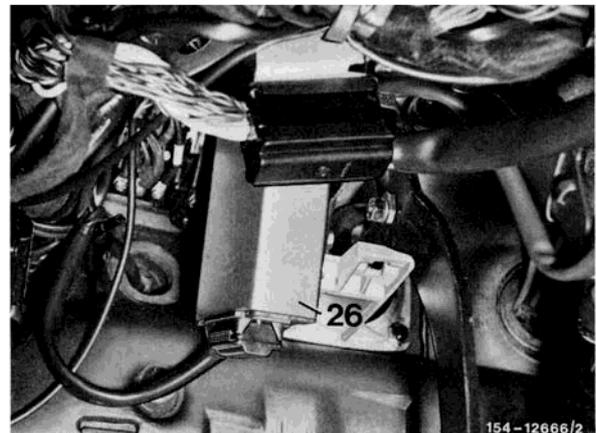

Bild 10
**27** Halter mit Steuergerät am vorhandenen Auge des Pedallagerbockes mit einer Schraube M 6×25 anschrauben (Bild 10).